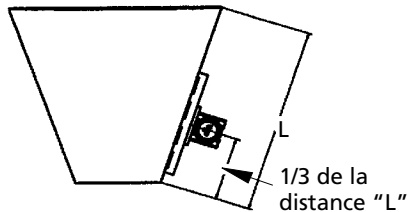

Figure 5
1. Monter le vibreur à 1/3 de la distance entre l'ouverture de déchargement et l'extrémité supérieure de la portion inclinée du silo. Voir la Figure 5.